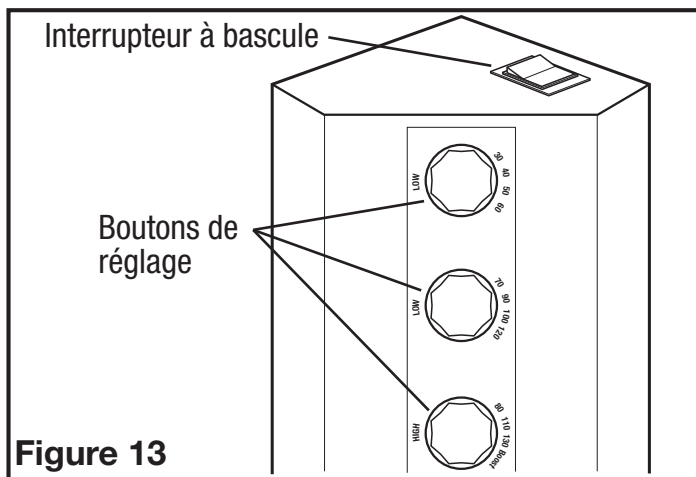

Figure 13
4. **MODÈLES À VITESSE VARIABLE :** Décrivez d'abord si vous aurez besoin de plus ou de moins de 65 CFM de ventilation à vitesse lente. Si vous avez besoin de moins de 65 CFM, placez l'interrupteur à bascule de la limite inférieure de CFM sur une portée de 30-60. Si vous avez besoin de plus de 65 CFM, placez l'interrupteur à bascule de la limite inférieure de CFM sur une portée de 70-120. Une fois que vous avez décidé sur le flux d'air minimum requis, le niveau de CFM à basse vitesse du ventilateur peut être ajusté à l'aide du bouton de réglage inférieur (30-60 CFM) ou du bouton de réglage du milieu (70-120 CFM). Le niveau de CFM à haute vitesse souhaité peut être ajusté en utilisant le plus supérieur bouton de réglage (Figure 13).